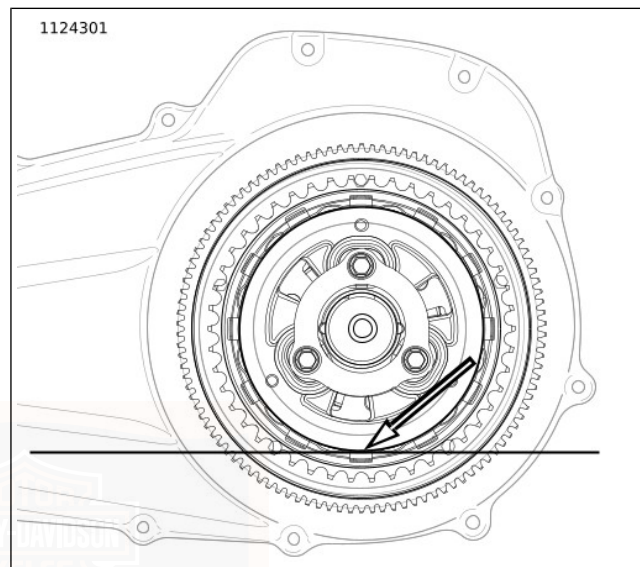

Abbildung 100. Primärer Schmiermittelstand
- b. Siehe Abbildung 100. Der korrekte Füllstand liegt ca. an der Unterseite des Außendurchmessers der Druckplatte.